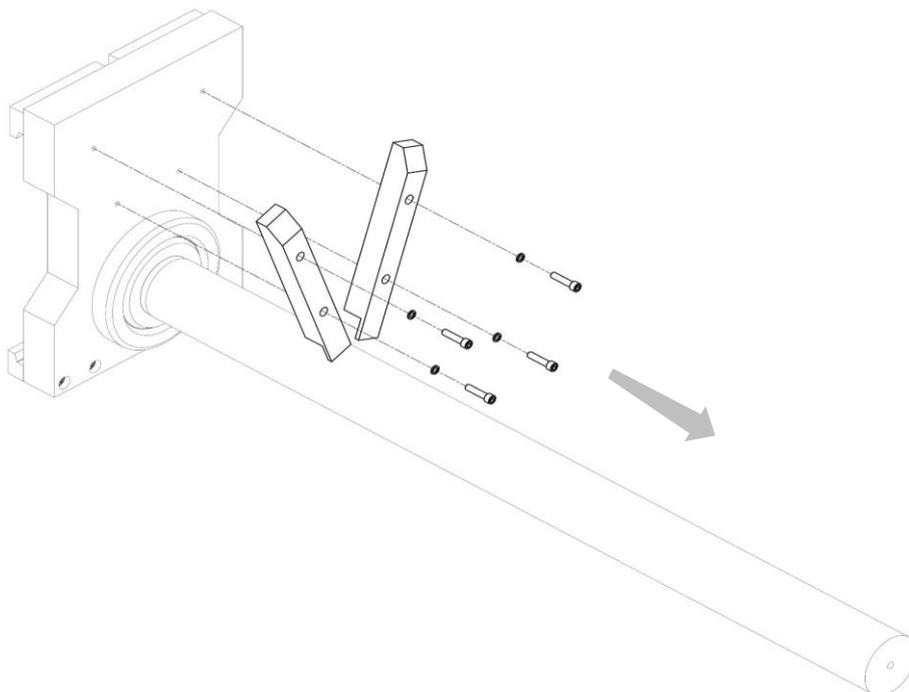

Figura 9
4. Rimuovere le battute frontali svitando le viti presenti nei fori tramite le apposite chiavi, quindi sfilare le battute, le viti e le rosette elastiche (Figura 9)